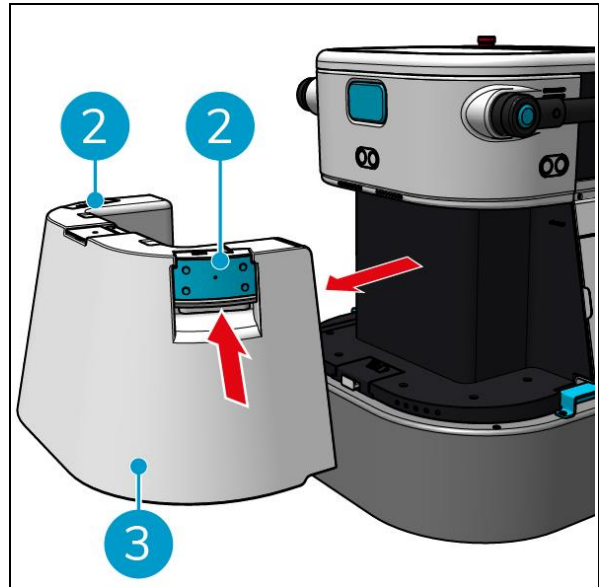

Abbildung 14
2. Verwenden Sie die blauen Griffe (Abbildung 14, Pos. 2) an beiden Seiten des Reinwassertanks (Abbildung 14, Pos. 3), um den Reinwassertank weiter zu entriegeln und herauszuschieben.